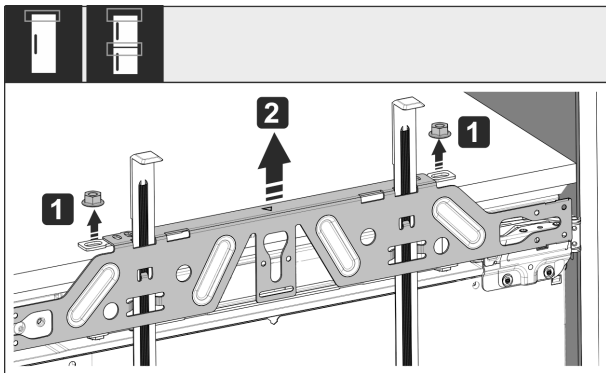

Fig. 53
- ▶ Kontermuttern Fig. 53 (1) lösen.
- ▶ Befestigungstraverse Fig. 53 (2) abnehmen.